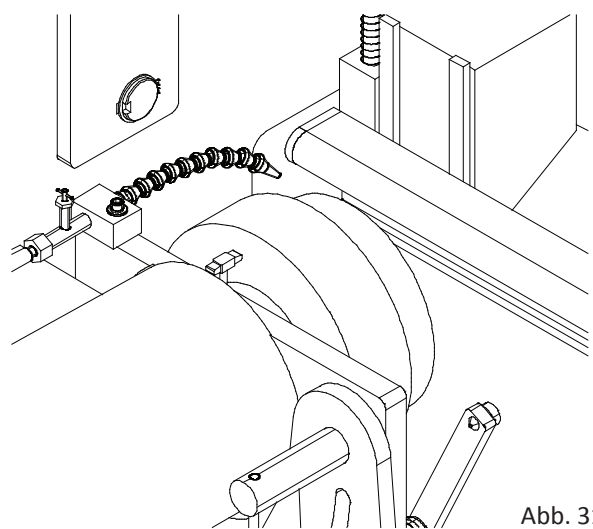

Abb. 31
**HINWEIS:** Der Bereich der Schleifscheibe, der das Untermesser berührt, befindet sich auf der linken Seite der Scheibe. Beim Schleifen des linken Endes des Untermessers befindet sich der Bereich der Schleifscheibe, der nicht das Untermesser berührt, immer noch über dem Untermesser. Siehe Abb. 31. Wenn Sie sich zum rechten Ende der Schleifmaschine bewegen, verfährt die Schleifscheibe komplett vom Untermesser.